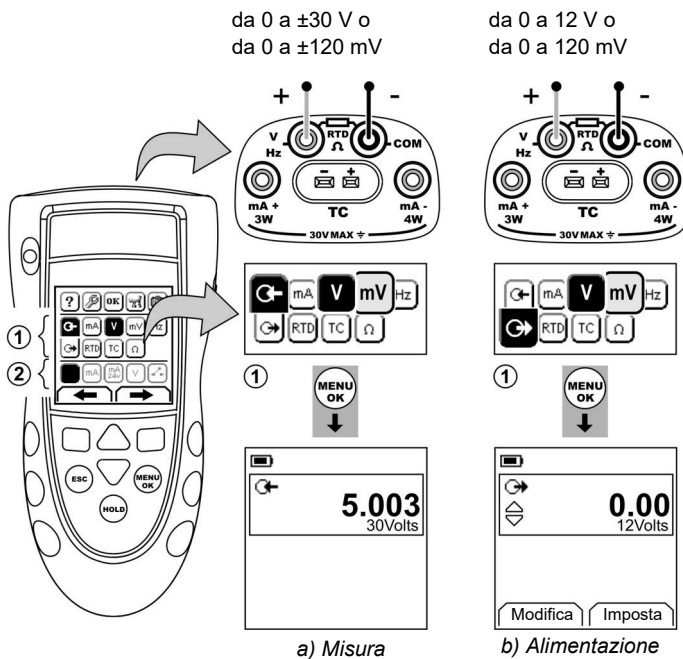

Figura 4: Esempio di configurazione – per misurare/alimentare in V o mV (Area ①)
1. Collegare lo strumento (Figura 4 / 5) e, se necessario, modificarne il Setup (Tabella 1).